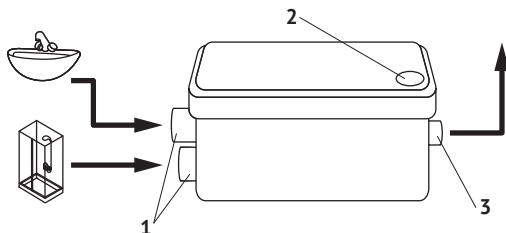

Рис. 1
Канализационная насосная станция имеет два входа для присоединения раковины и душа (1) (рис. 1). Сточные воды отводятся в канализацию через выходное отверстие (3). К выходному отверстию присоединяется угловой патрубок (A), в который устанавливается обратный клапан (D) для